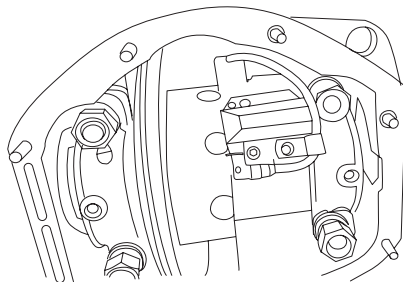

Рис. 12
8. Установите пневматический привод в сборе [2] с пластиной крепления актуатора в РПМ [11] на шпильки под гайки крепления бугеля (Рис. 12).